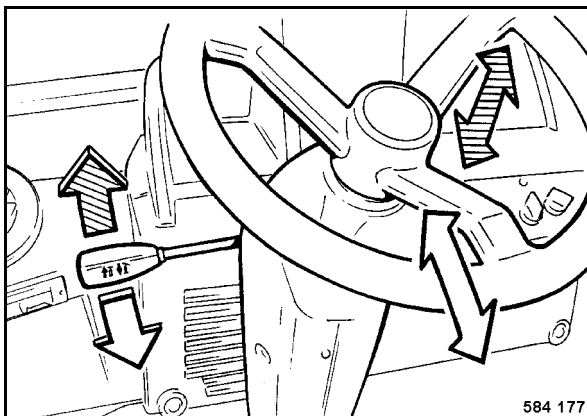

fig. 53
- Tirer le levier (fig. 53) vers le haut et régler le volant à la hauteur désirée.